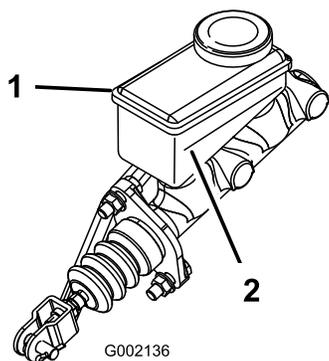

Рисунок 62
5. Проверьте уровень жидкости в боковой части бачка (Рисунок 62).
- Доливайте тормозную жидкость DOT 3 в бачок, пока ее уровень не будет выше отметки «Минимум» (Рисунок 62).